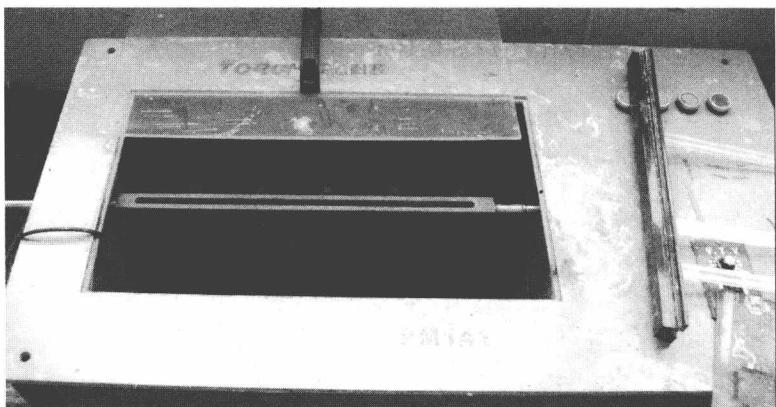
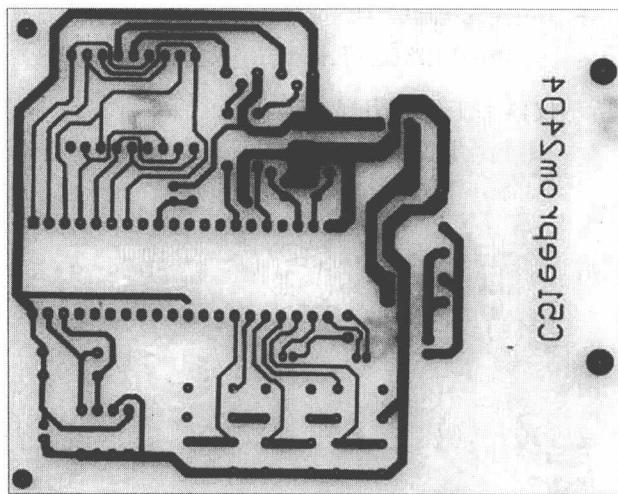

图 0-13 喷雾蚀刻机
图 0-14 敷铜板被腐蚀后的图形
④ 将敷铜板放入如图 0-13 所示喷雾蚀刻机中进行蚀刻，蚀刻后如图 0-14 所示。